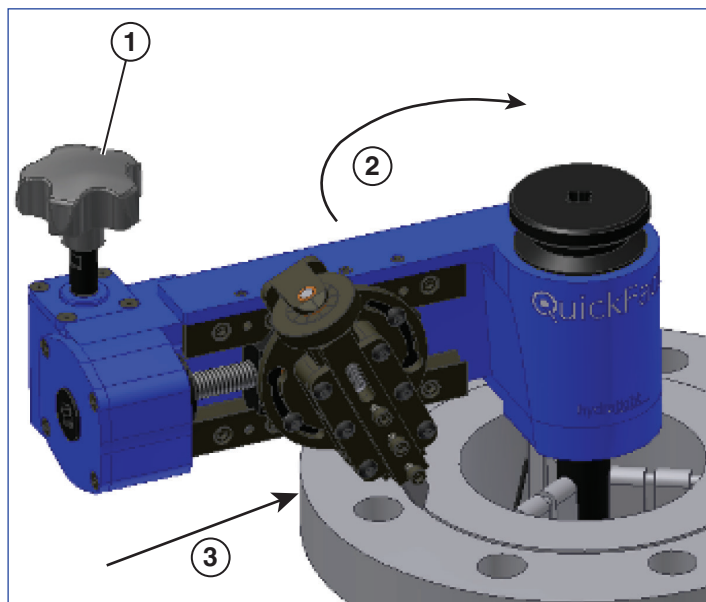

図 14
7. 送りノブを手でしっかりとつかみ製品本体をフランジ面上で時計方向に回します。(図14参照) 製品本体がフランジ上面を円滑に回らない場合は操作を中断して、深さ調整ダイヤル (逆ネジ式) で切削深さを再調整してください。